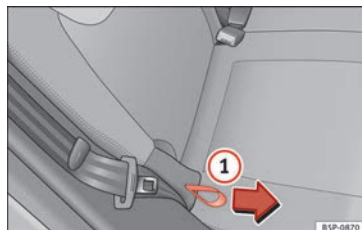

Fig. 80 Regolazione dell'inclinazione dello schienale del sedile posteriore.
- Afferrare lo schienale per la parte superiore. Tirare in direzione della freccia la maniglia flessibile che si trova su un lato del sedile » **fig. 80** ① tenendola poi tirata. Contemporaneamente spingere lo schienale all'indietro portandolo nella posizione desiderata, infine lasciare la maniglia.